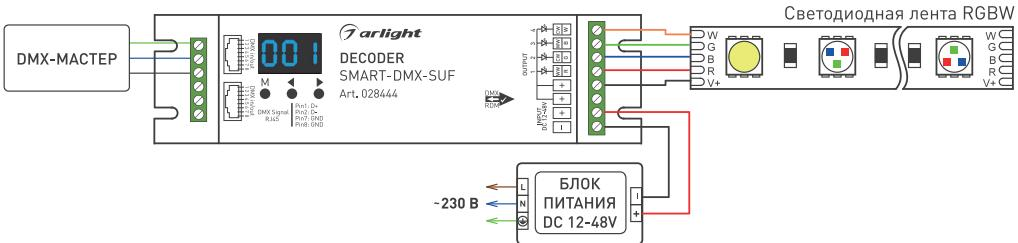

Рисунок 1. Схема подключения декодера SMART-DMX-SUE
- 3.2. Подключите декодер согласно схеме на рис. 1.